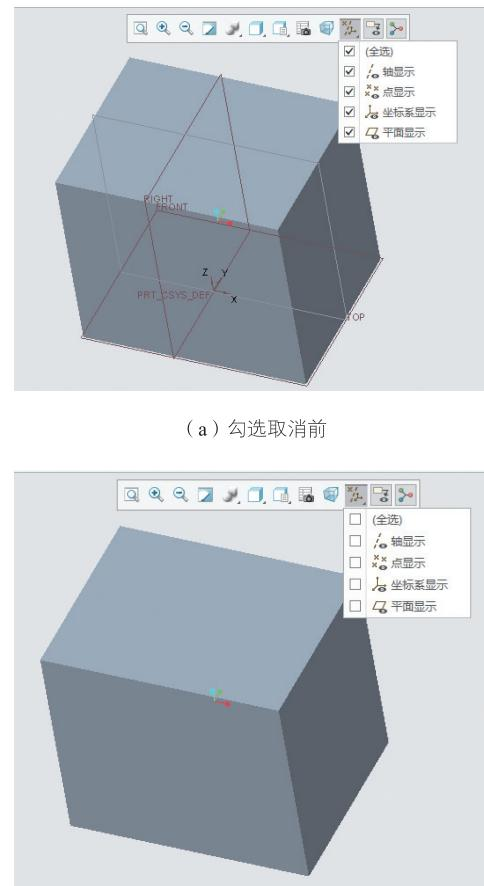

图 1-4-26 “基准显示过滤器”勾选取消前后对比
(6) 设置“基准显示过滤器”: 在下拉菜单中取消相应基准项目的勾选，在图形窗口隐藏相应的基准，如图 1-4-26 所示。